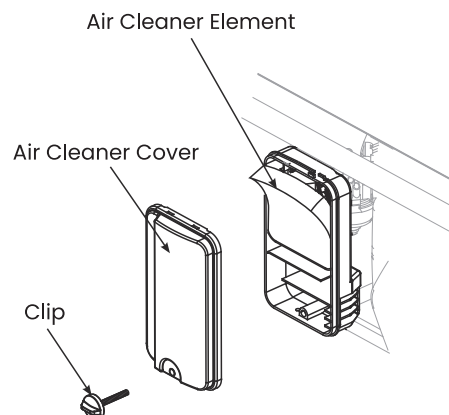

Figure 11: Dévissez le couvercle du filtre à air
7. Sélectionnez l'huile moteur appropriée comme indiqué à la figure 11.
3. Dévissez le couvercle du filtre à air et basculez le couvercle vers le bas (voir Figure 11).